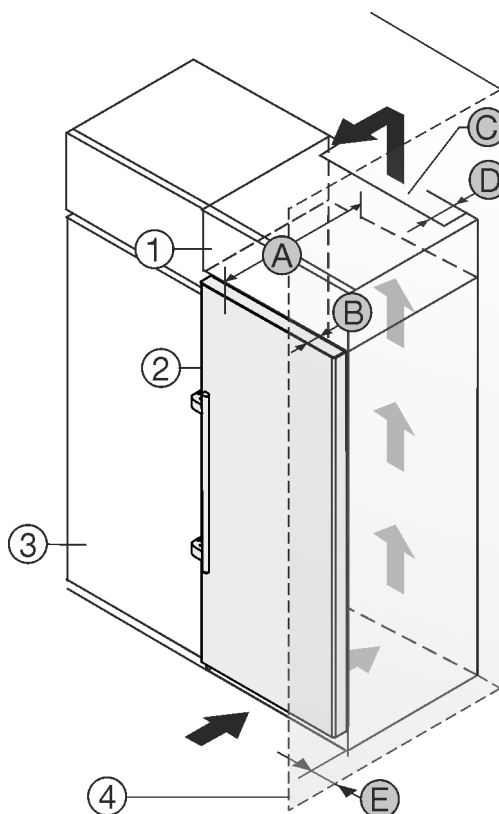

Fig. 1
- (1) Skapmodul
- (2) Enhet
- (3) Kjøkkenskap
- (4) Vegg
- (A) Enhetsdybde
- (B) Dør dybde
- (C) Ventilasjonstverrsnitt
- (D) Avstand enhetens bakside
- (E) Avstand på siden av enheten
Du kan plassere apparatet rett ved siden av kjøkkenskapet Fig. 1 (3).
På baksiden av skapmodulen over enheten må det installeres en ventilasjonskanal med dybden Fig. 1 (D) over hele skapmodulens bredde.
Ventilasjonsstverrsnittet Fig. 1 (C) under taket i rommet må overholdes.
Hvis apparatet plasseres med hengslene mot en vegg Fig. 1 (4), må avstanden mellom apparatet og vegg være minst 57 mm. Dette tilsvarer hvor mye håndtaket stikker ut når døren er åpen.
For at du skal kunne åpne døren helt, må apparatet rage dør dybden Fig. 1 (B) lenger ut enn fronten på kjøkkenskapene. Avhengig av kjøkkenskapenes Fig. 1 (3) dybde og bruk av veggavstandsstykker kan enheten rage enda lengre ut.